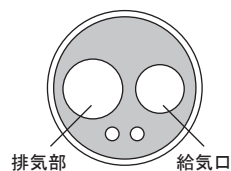

図 7
- 3) ノズルチップを図7の給気口へ挿し込み、モータを押さえて、排気部よりオイルが出るまで2~3秒スプレーします。
- 2) 図7の給気口へタービン用オイルを1~2滴注油します。